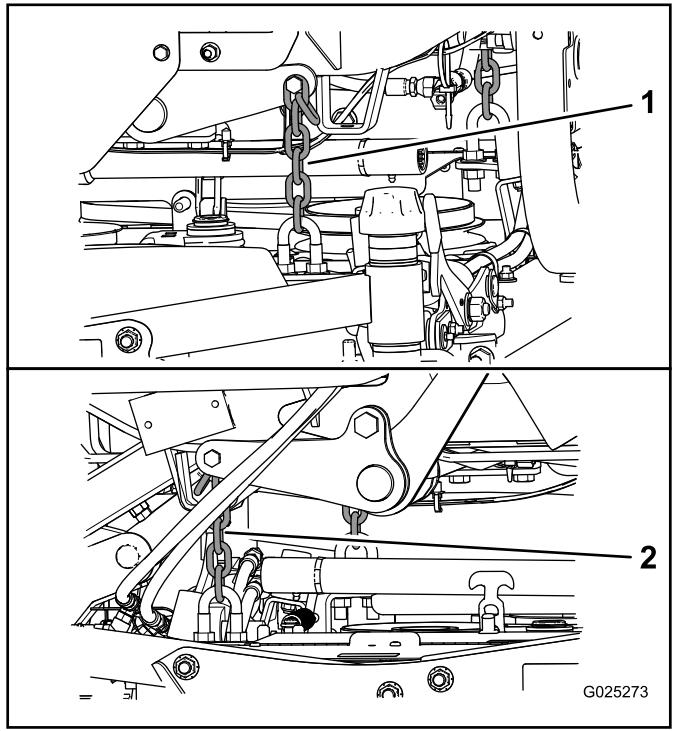

Figure 9
7. Ajustez les écrous de blocage des étriers filetés (Figure 8) qui fixent les chaînes de plateau arrière (Figure 9) au plateau pour éléver l'arrière du plateau de coupe de sorte à obtenir une inclinaison de la lame de 8 à 11 mm.
8. Ajustez les écrous de blocage qui fixent les chaînes au plateau de coupe jusqu'à ce que le plateau de coupe soit de niveau (Figure 9).